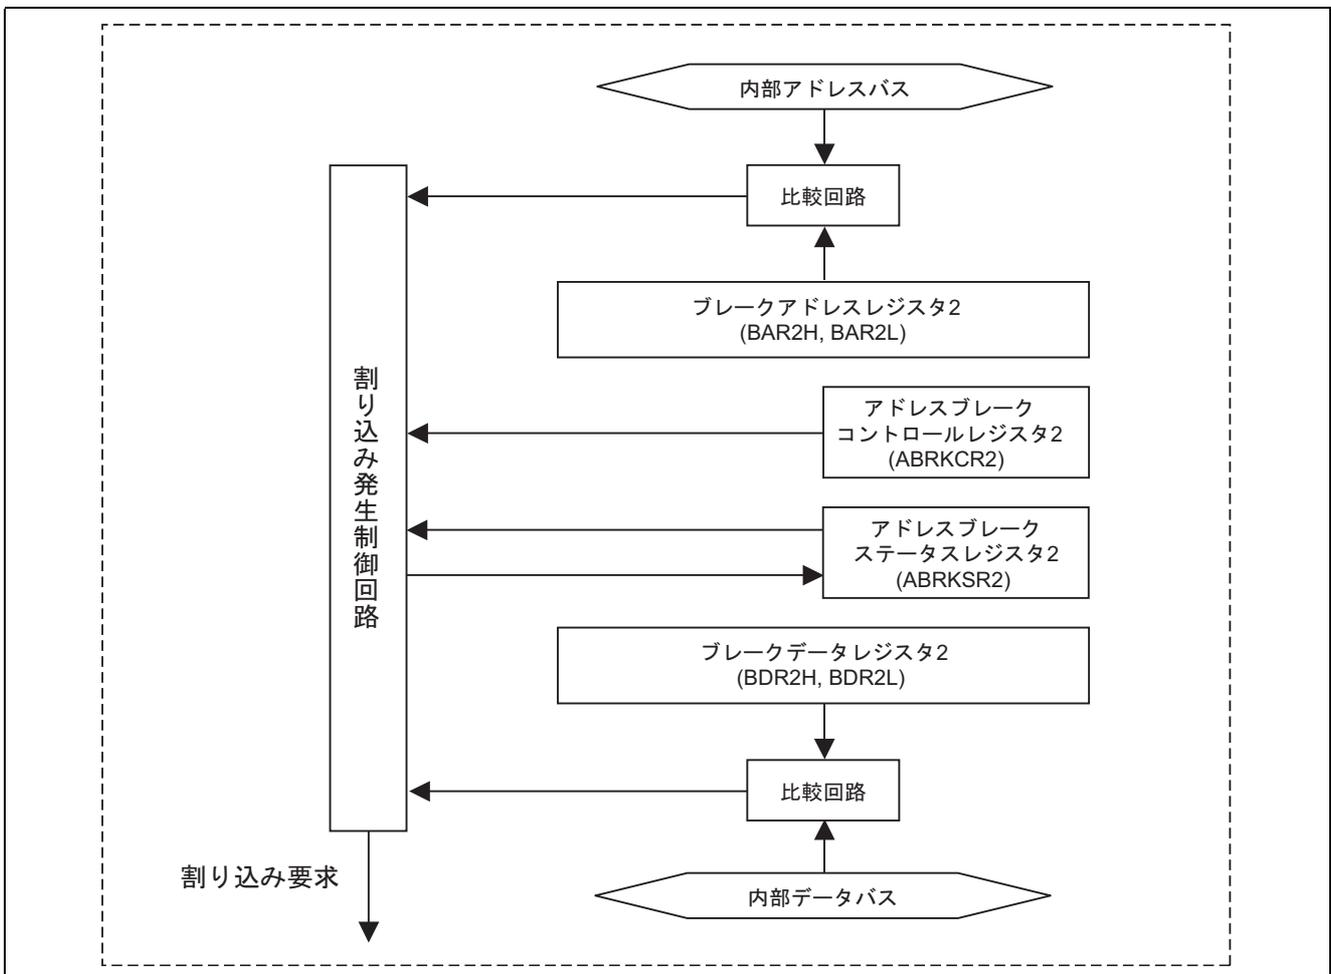

図 3 動作説明
- 図 3 に動作説明を示します。図 3 に示すようなハードウェア、ソフトウェア処理により、アドレスブレイク機能を使用して、点灯している P93 に接続した LED の消灯を行います。